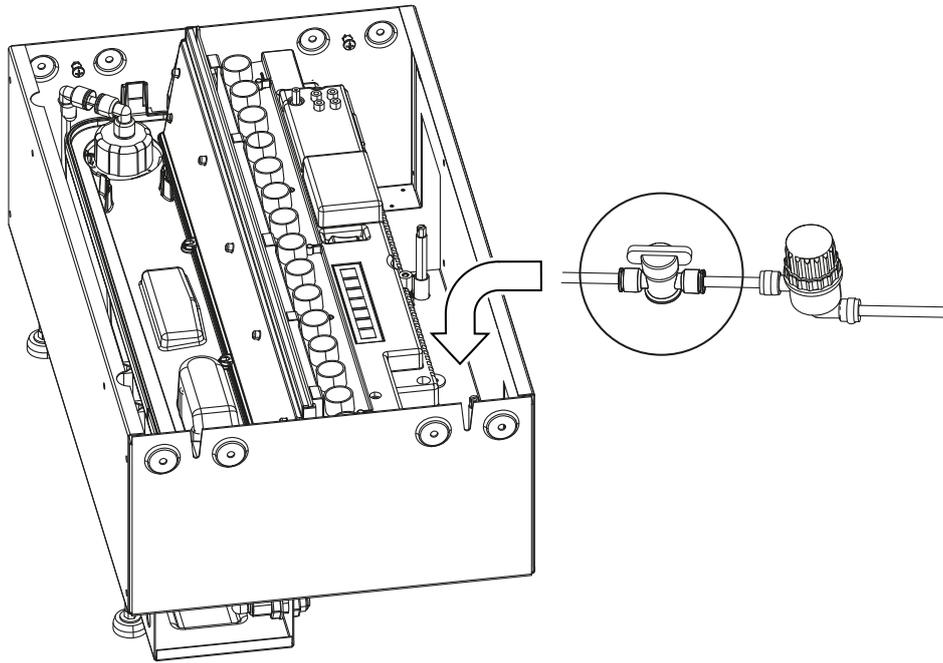
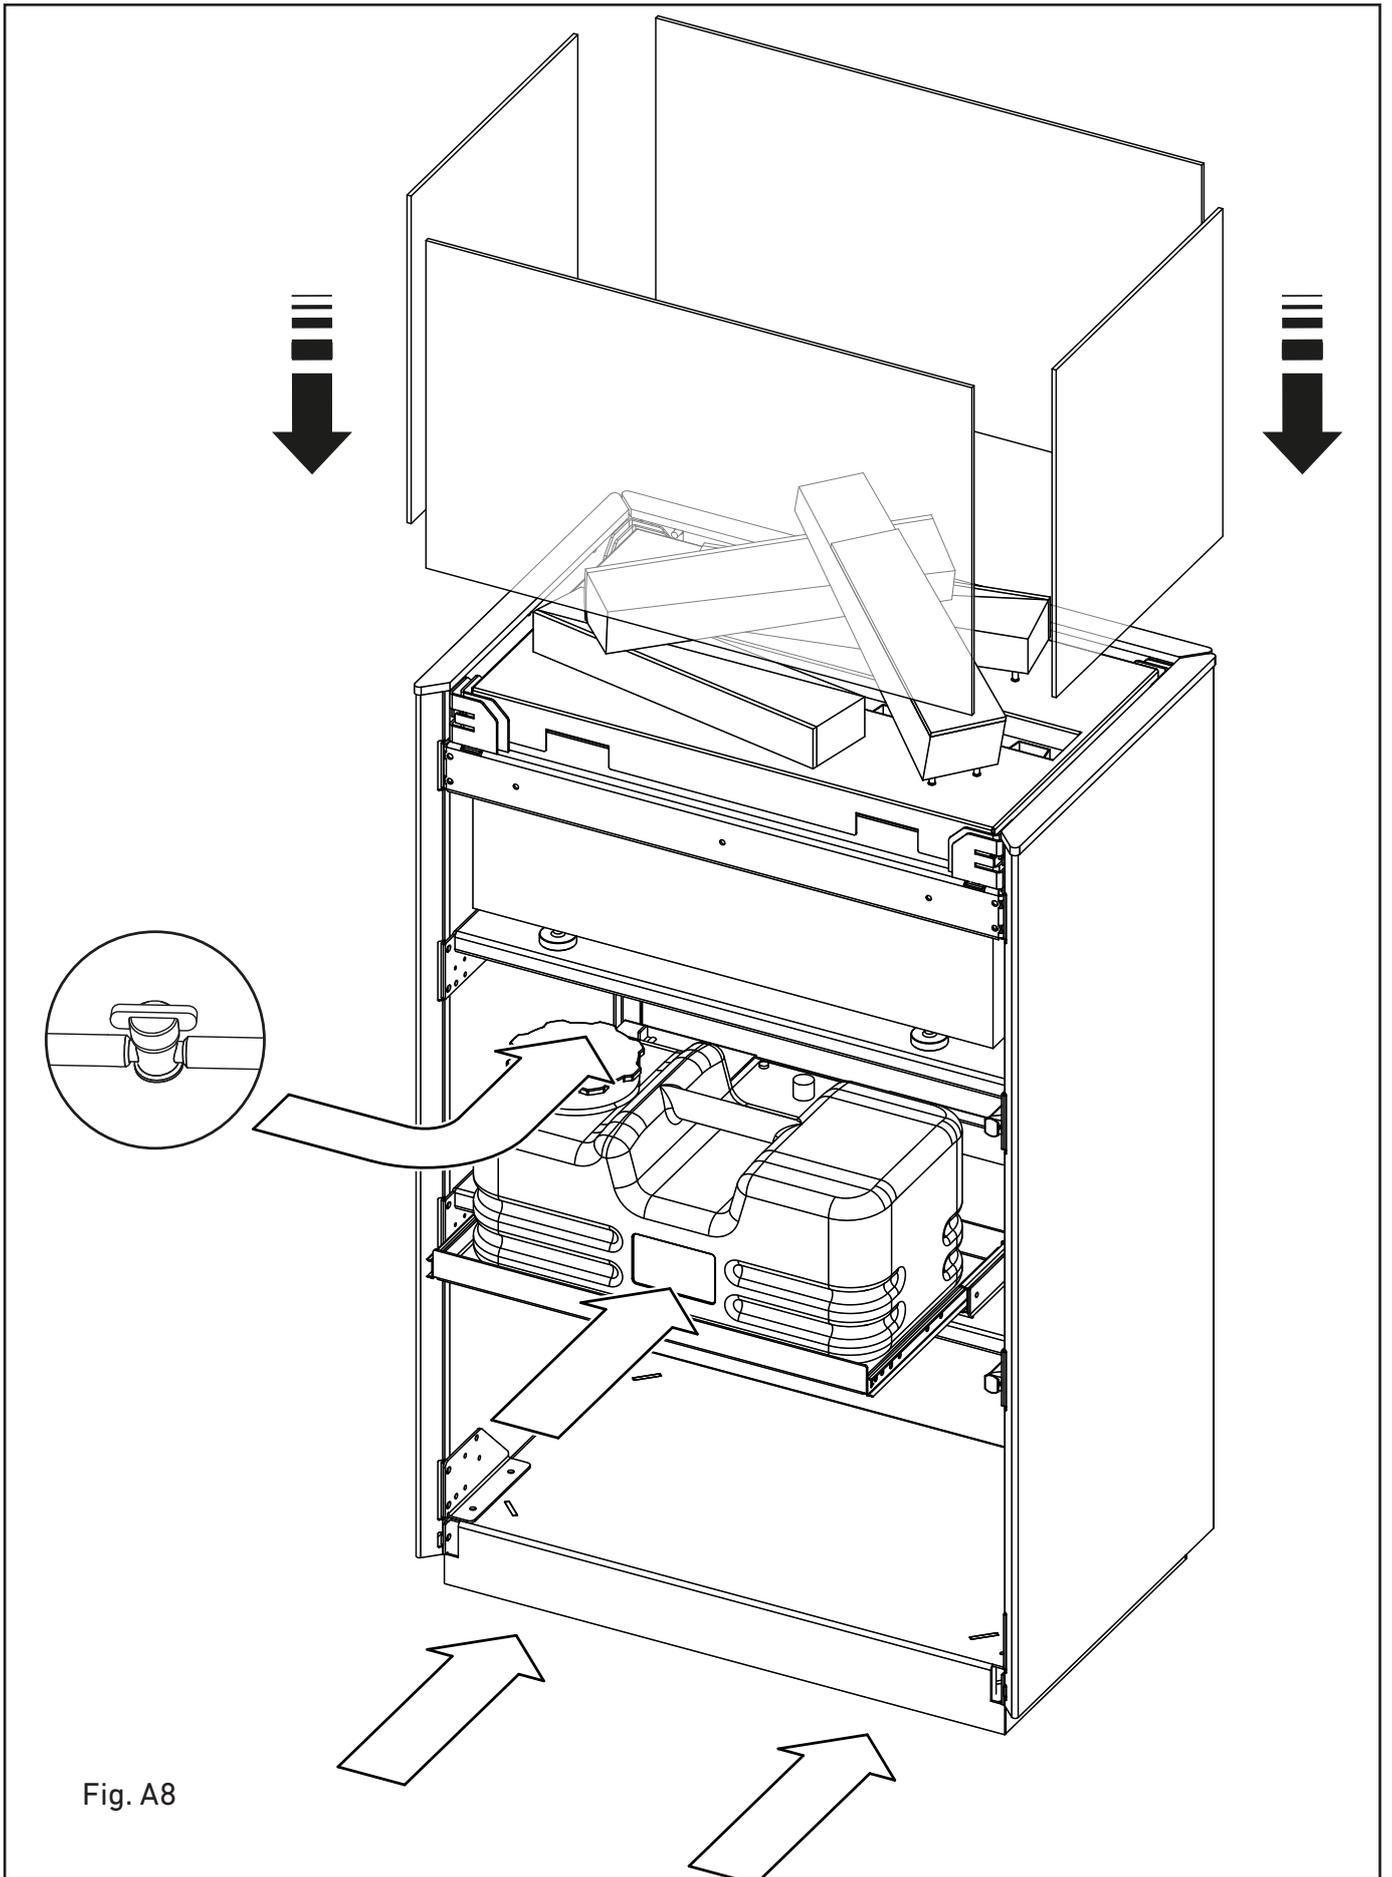

Fig. A7
Fig. A8
9. Richten Sie die Stellfüsse aus, damit die Box gerade und stabil steht (Fig. A8).
11. Öffnen Sie die beiden Ventile. Das eine befindet sich an der Cassette (Fig. A7), das andere in der rechten hinteren Ecke des Wasserkanisters (Fig. A8).
15. Führen Sie die Glasscheiben vorsichtig in die oberen Schlitze am Rand des Stahlmöbels ein (Fig. A8).